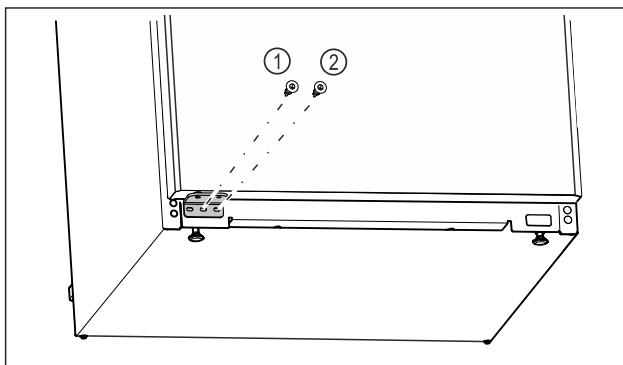

Fig. 18
- ▶ Shtrëngoni vidën e mesit të bazamentit mbështetës Fig. 18 (1) me kaçavidë Torx 20.
- ▶ Shtrëngoni vidën e brendshme të bazamentit mbështetës Fig. 18 (2) me kaçavidë Torx 20.